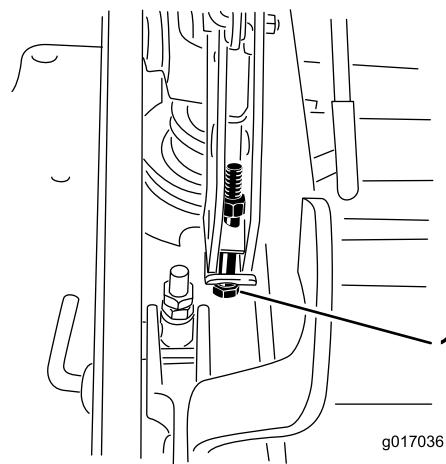

Figura 111
12. Se a plataforma estiver demasiado baixa, aperte o parafuso de ponto único de ajuste rodando-o no sentido dos ponteiros do relógio. Se a plataforma estiver demasiado alta, desaperte o parafuso de ponto único de ajuste rodando-o no sentido contrário ao dos ponteiros do relógio (Figura 111).